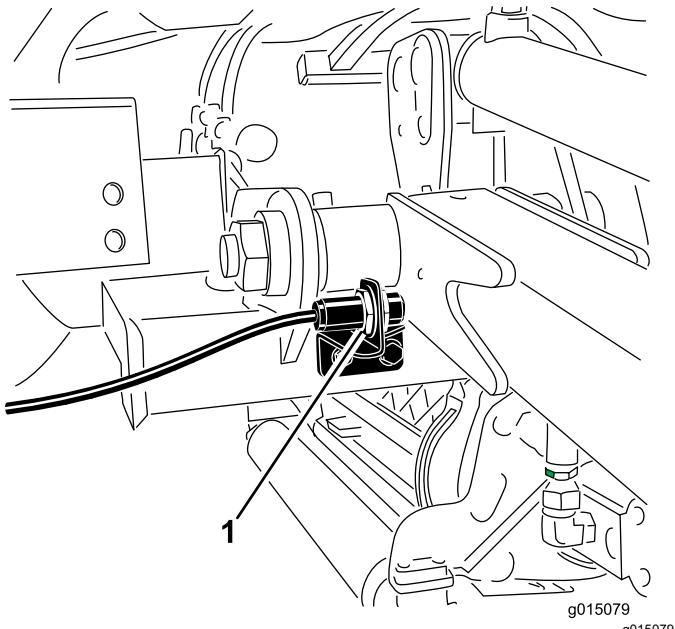

Bild 61
2. Der Hubarmschalter befindet sich hinter dem rechten vorderen Hubarm (Bild 61).
3. Lösen Sie die Befestigungsschrauben des Schalters (Bild 61) und schieben den Schalter nach oben, um die Wendehöhe des Hubarms zu erhöhen, oder schieben Sie den Schalter nach unten, um die Wendehöhe des Hubarms zu verringern.